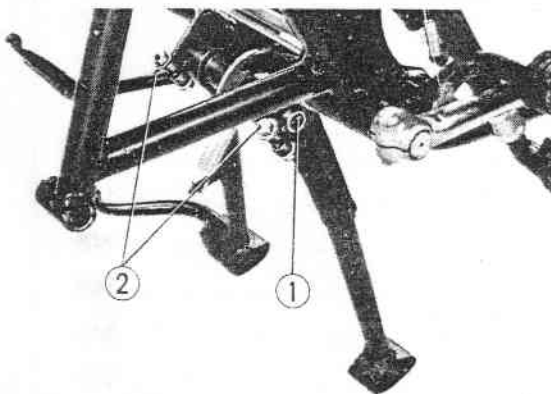

Fig. 15-2 ① Goupille
6. Enlever la goupille du fourreau d'axe de béquille principale et retirer les deux boulons de fixation. (Fig. 15-2)